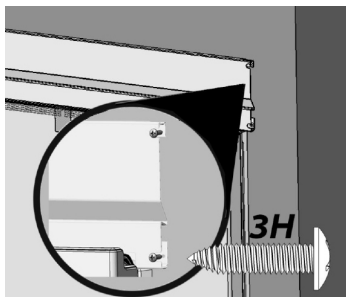

Fig. 23
- b. Percez des avant-trous de $\frac{1}{8}$ po et fixer deux vis 3H sur le côté droit de la garniture supérieure (une vis par côté pour la garniture supérieure à col) à l'aide d'un tournevis cruciforme dans les armoires (Fig. 23).